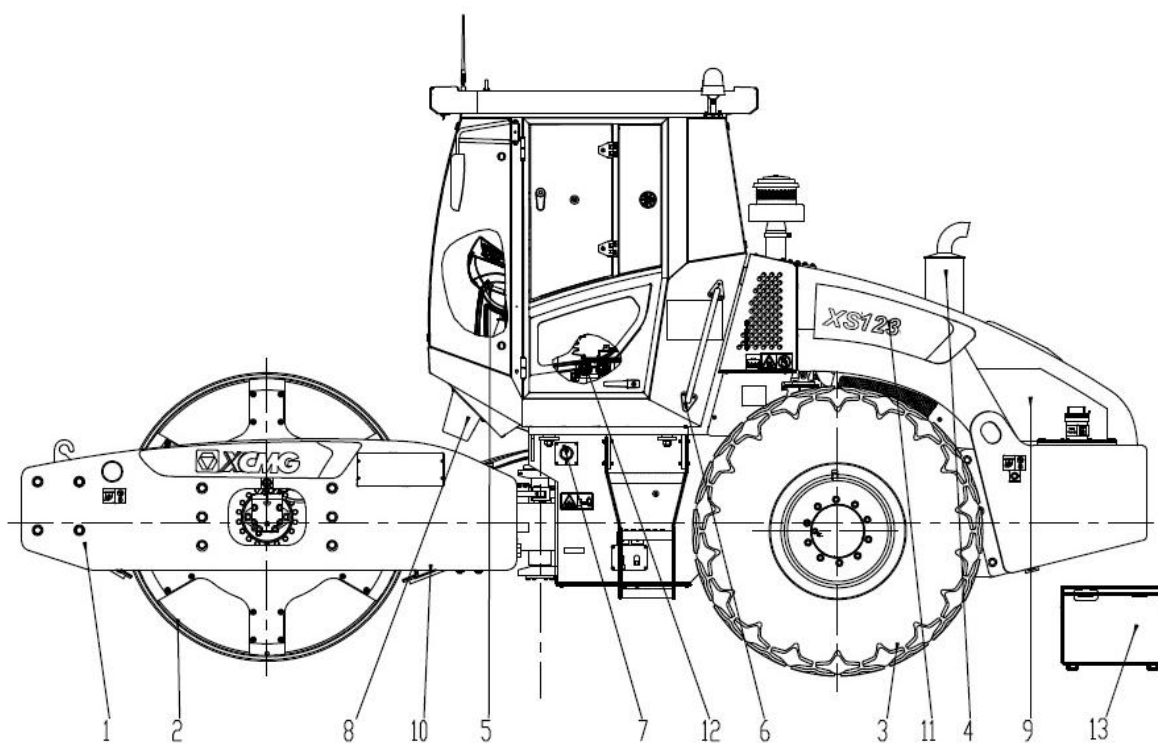

Рис. 2-1
2.2.1 Описание машины (Рис. 2-1)